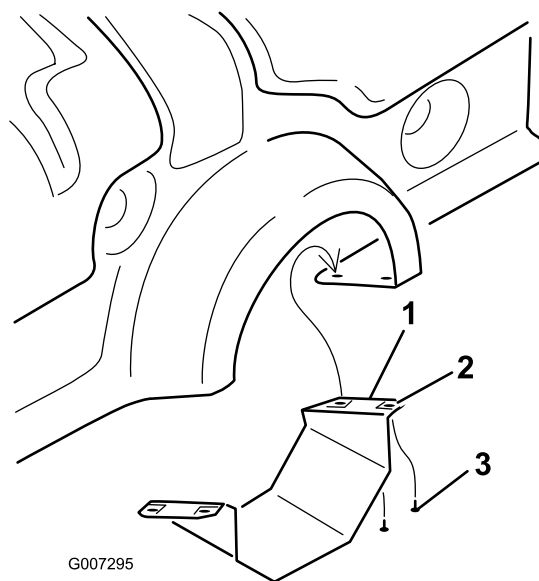

Figure 10
- Sur le ProCore 864 seulement, déposez la protection inférieure de la PDF (Figure 10).